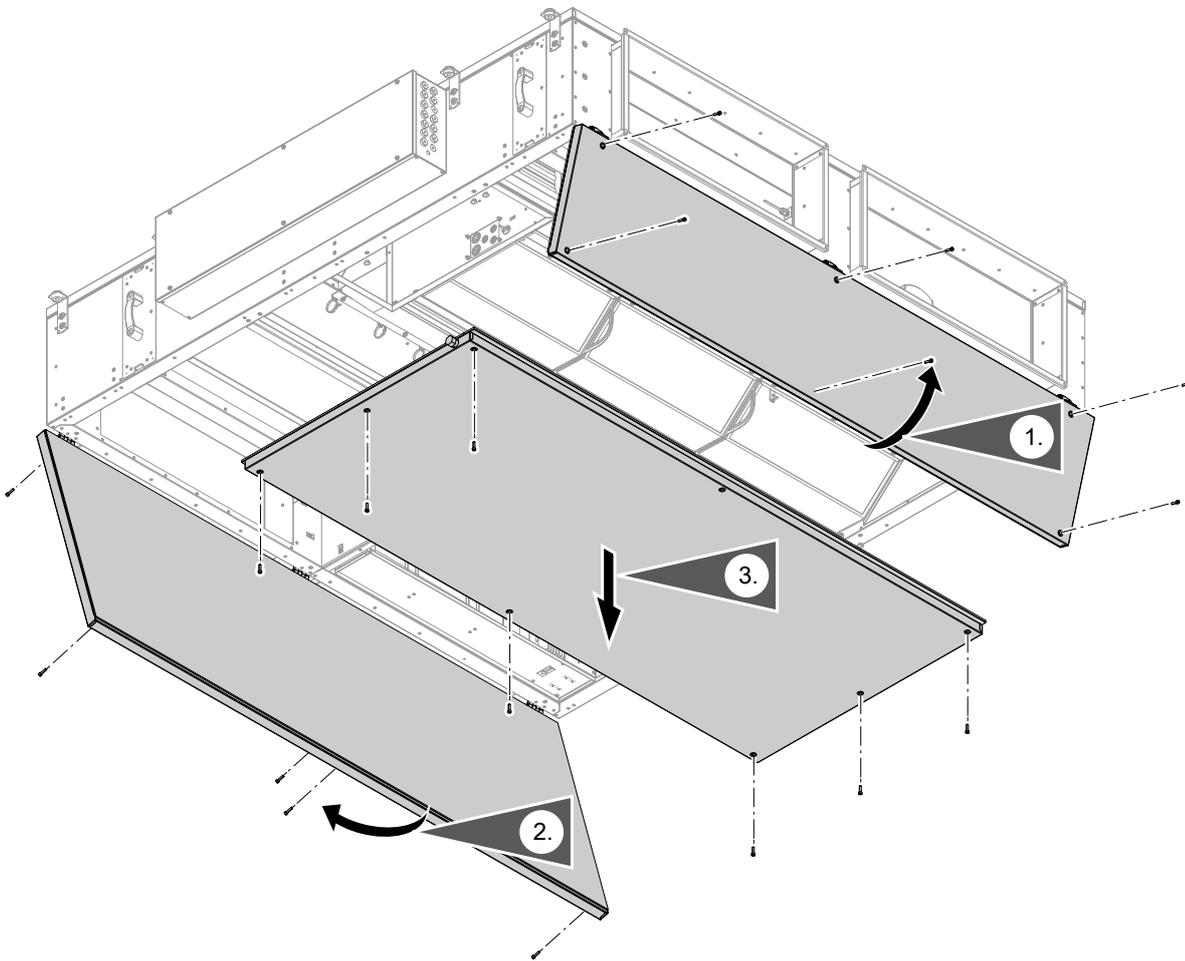

Abb. 55 Beispiel: Typ 1500S
2. Die Bleche an den Service-Schienen anbringen (siehe Abb. 55).
3. Die Bleche an den Service-Schienen anbringen (siehe Abb. 55).